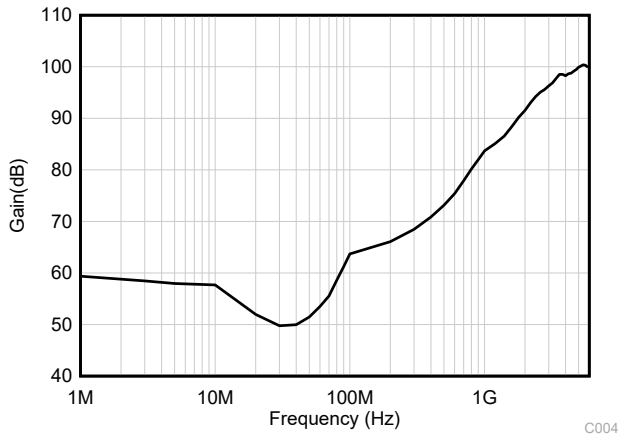

图 6-3. EMIRR 测试
OPA4H199-SP 采用集成电磁干扰 (EMI) 滤波来减少无线通信设备、混合使用模拟信号链和数字元件的高密度电路板等干扰源产生的 EMI 效应。通过电路设计技术可改进 EMI 抗扰度；OPA4H199-SP 受益于这些设计改进措施。德州仪器 (TI) 已具备在 10MHz 至 6GHz 宽频谱范围内准确测量和量化运算放大器抗扰度的能力。图 6-3 展示了对 OPA4H199-SP 执行此测试的结果。表 6-1 展示了 OPA4H199-SP 在实际应用中通常会遇到的特定频率下的 EMIRR IN+ 值。运算放大器的 EMI 抑制比应用报告包含了与运算放大器相关的 EMIRR 性能主题，该报告可在 www.ti.com 上下载。